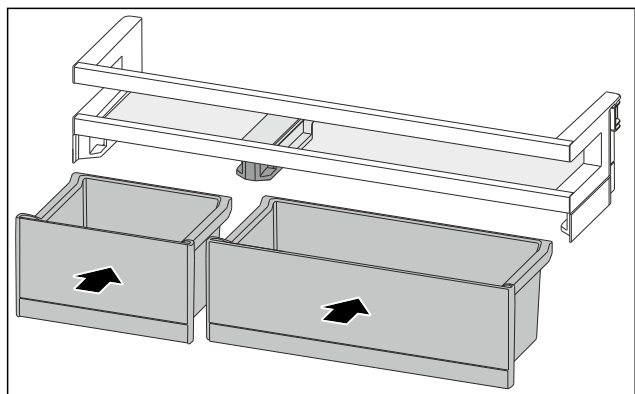

Fig. 110
- ▶ Umetnite kutije VarioBox izmijenjenim redoslijedom. (pogledajte Fig. 110)